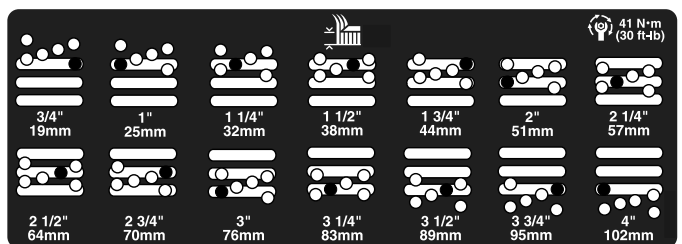

Figure 7
5. Placez la chambre à la hauteur de coupe voulue et mettez l'entretoise dans le trou et la fente correspondant à la hauteur de coupe désignée (Figure 7)